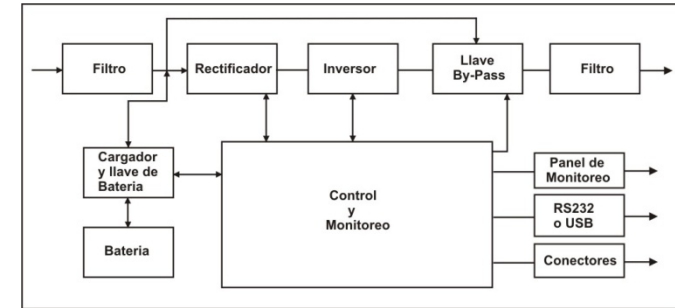

Fig.1. Diagrama en bloques del UPS
- Asegúrese que el sitio donde se instalará el UPS cuenta con las conexiones eléctricas adecuadas. Ver las fig. 1 y 2 para observar las secciones de cable a utilizar y fusibles.
- **¡Precaución!** Requerimientos de seguridad pueden exigir una EPO externa separada para desconectar la tensión de salida, si esto es así, observe las Fig. 1 y 2 para una apropiada instalación.